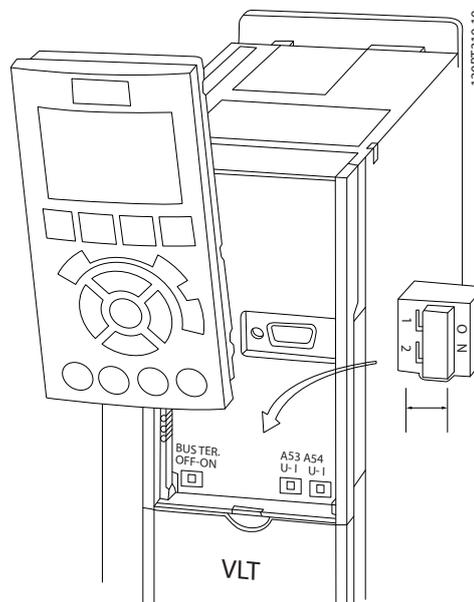

Ilustración 2.22 Ubicación de los conmutadores de los terminales 53 y 54
- Puede accederse a los conmutadores cuando se ha retirado el LCP (véase la *Ilustración 2.22*). Tenga en cuenta que algunas tarjetas de opción disponibles con la unidad podrían cubrir estos conmutadores y, por tanto, es necesario quitarlas para cambiar la configuración de los conmutadores. Desconecte siempre la alimentación de la unidad antes de quitar las tarjetas de opción.